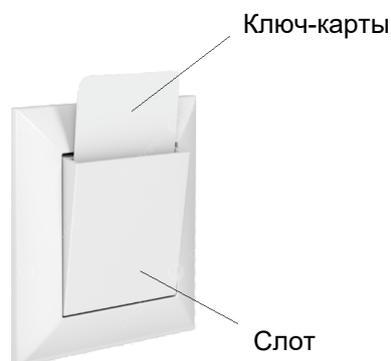

Рис.1.8
- Слот для ключа-карты (см рис.1.8) является универсальным и приобретает Заказчиком у дистрибьютора или самостоятельно